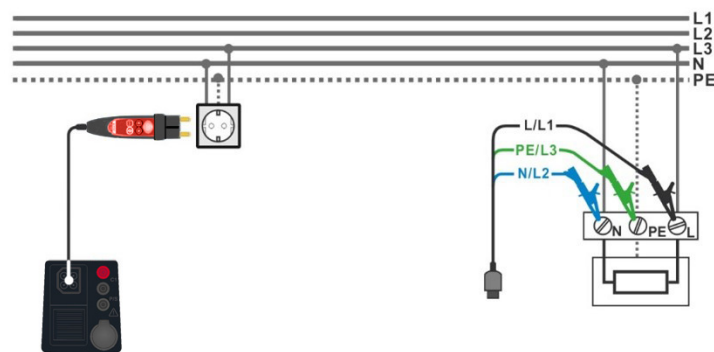

Abbildung 7.67: Anschluss des Commander-Prüfsteckers und der 3-Leiter-Prüfleitung
- › Schließen Sie die 3-Leiter-Prüfleitung oder den Commander Prüfstecker am Prüfobjekt an, siehe **Abbildung 7.67**.